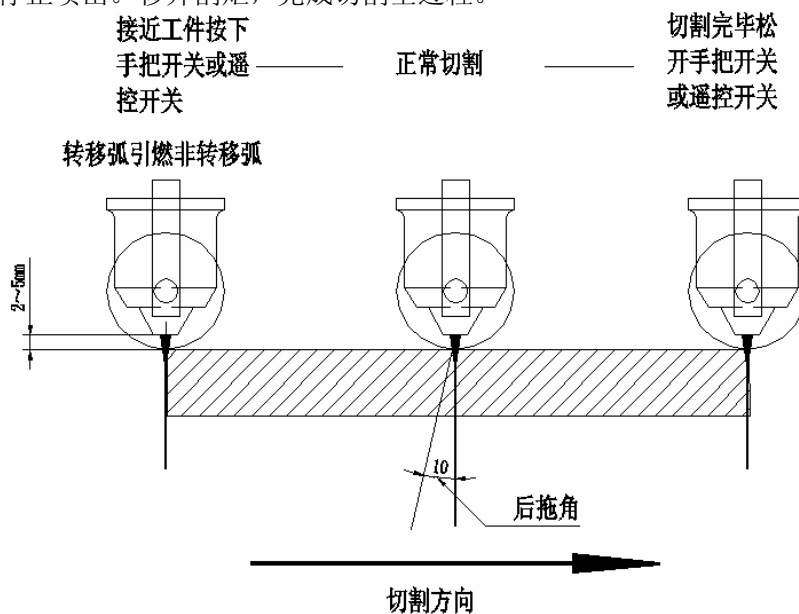

图 5 切割操作示意图
- 开启割炬开关，引燃等离子弧，切透工件后，向切割方向匀速移动。切割速度为：以切穿为前提，宜快不宜慢。太慢将影响切口质量，甚至断弧。切割时后拖角控制在 10° 以内时（见图 5），切口的质量最佳。太快则没有切透，出现金属上溅现象。